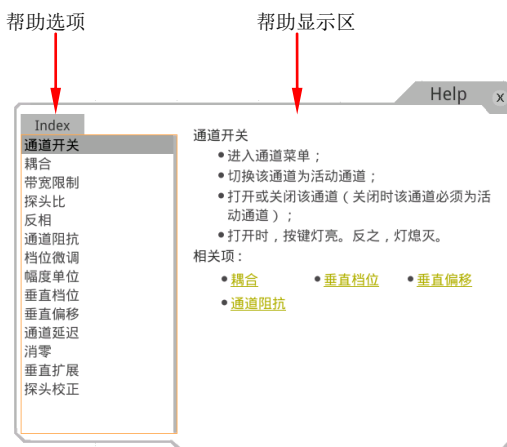

图 16 帮助信息
3. 按前面板的 **帮助** 键或用触摸手势点击“帮助”选项，屏幕弹出帮助界面，如图 16 所示。帮助界面主要分两部分，左边为“帮助选项”，右边为“帮助显示区”。